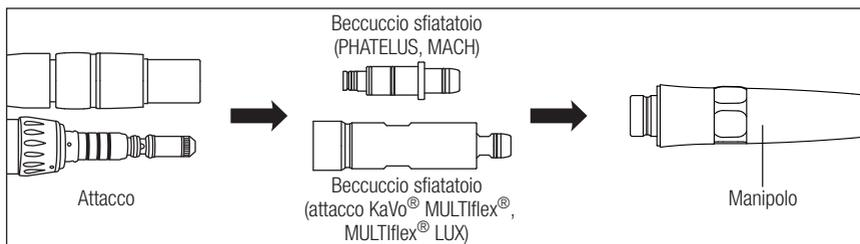

Fig. 15
- 4) Connettere all'attacco il beccuccio sfiatatoio, collegare quindi il manipoles. Far funzionare il dispositivo con un getto d'aria a vuoto per più di 5 secondi. (Fig. 15)